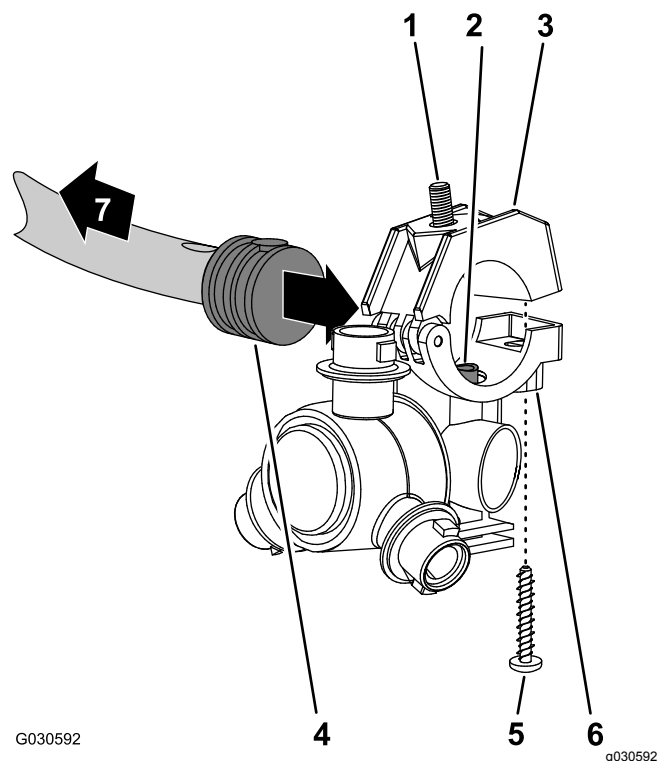

Figura 130
- Alinee el tubo de transferencia del soporte de una boquilla de fumigación (Figura 130) con el orificio del lateral del conector de manguera de dentado simple (13 mm).
- Cierre la mitad superior de la abrazadera alrededor del conector de manguera dentado y sujete la mitad de la abrazadera y el cuerpo de la boquilla de fumigación (Figura 130) con el tornillo de acero inoxidable (Nº 12 x 1¼"); apriete el tornillo de acero inoxidable a entre 14 y 18 N·m.